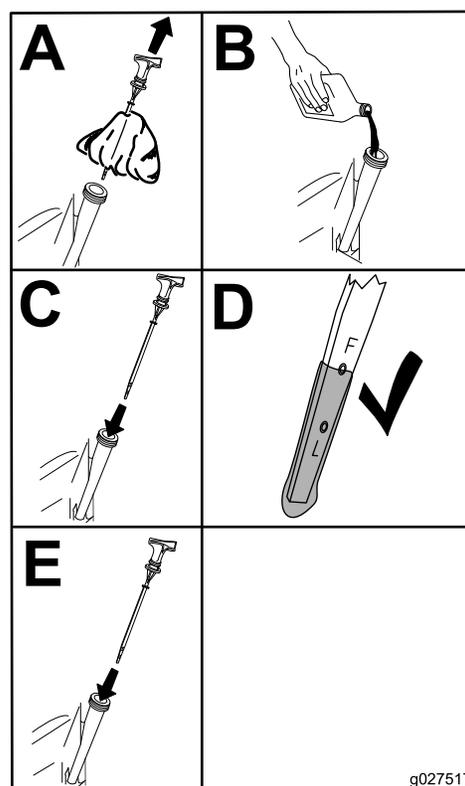

Figure 58
6. Versez avec précaution environ 80 % de la quantité d'huile spécifiée dans le goulot de remplissage (Figure 58).